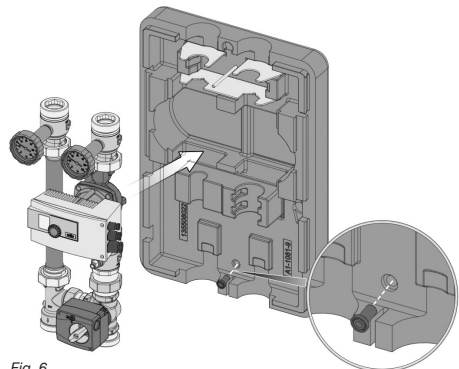

Fig. 6
- Fixer la fixation murale (6) sur le mur à l'aide d'écrous hexagonaux de 12 mm (fig. 6).
- Monter la partie arrière de la coquille d'isolation sur la fixation murale (fig. 6).
- Introduire la pièce intercalaire (8) dans le perçage inférieur de la partie arrière de la coquille d'isolation et la fixer sur le mur à l'aide d'un écrou hexagonal de 12 mm (fig. 6).
- Placer le groupe de robinetterie (5) dans la partie arrière de la coquille d'isolation (7) et le fixer avec la plaque d'arrêt (4) et l'écrou hexagonal (3) (fig. 6).
- Monter le bloc d'insertion (2) (en deux parties) (fig. 6).